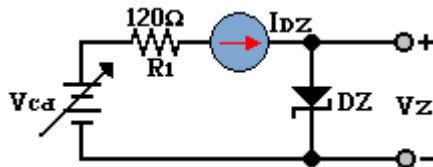

Figura 2.2
3. Arme el circuito de la figura 2.2 y repita el paso 2, anotando sus resultados en la tabla 2.2.